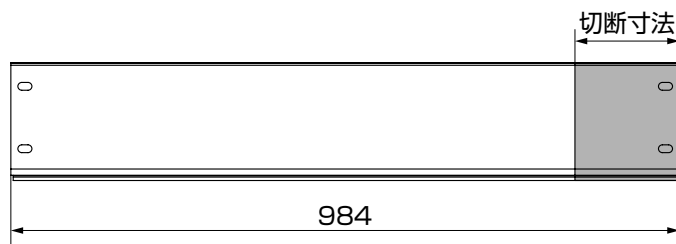

図6-3
- ① すきまカバー・カバークッション材共にフェンス本体を切詰めた同じ寸法を切断してください。(図6-3参照)